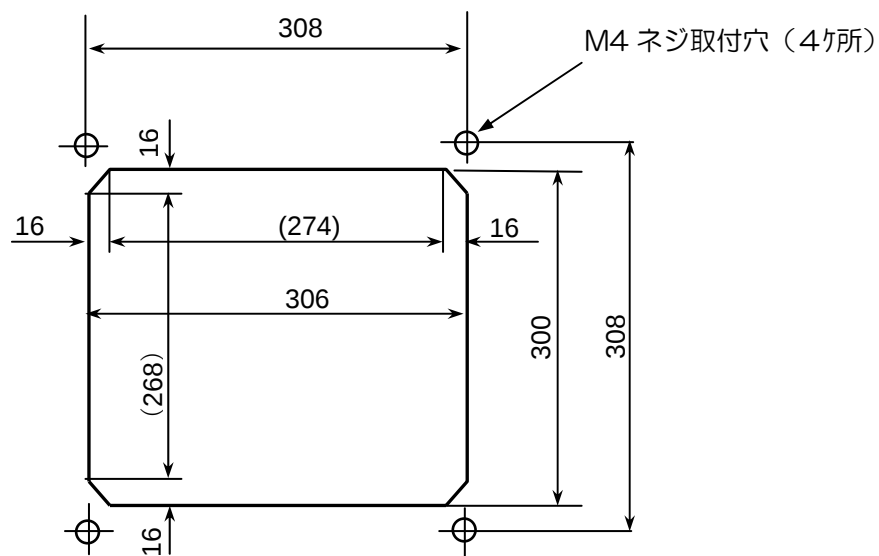
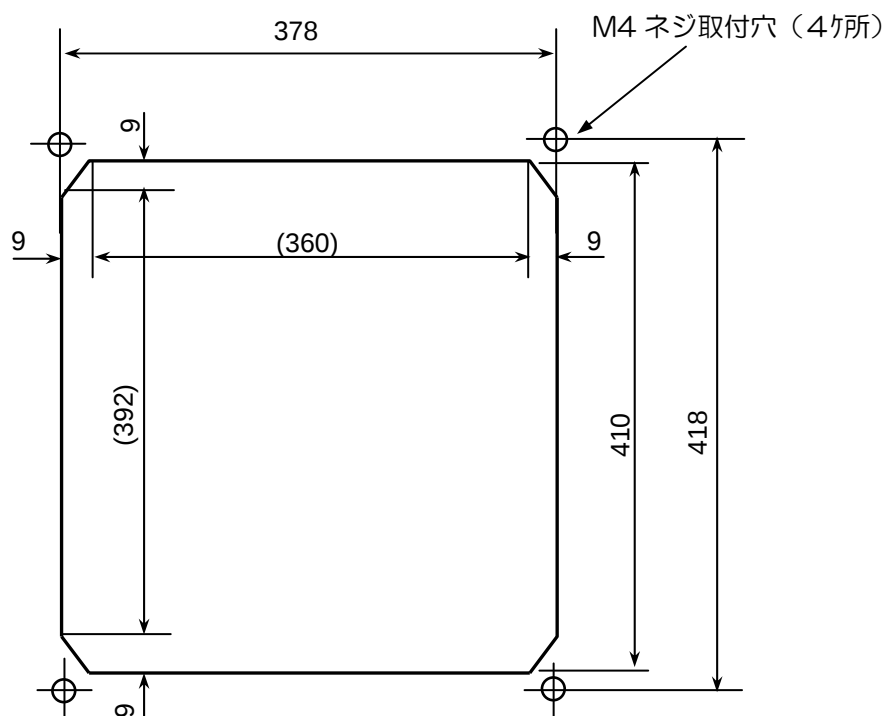
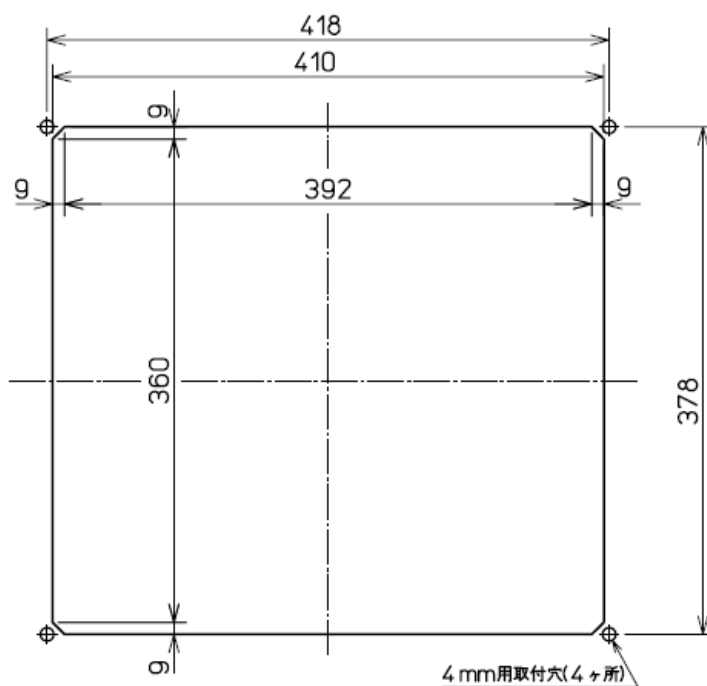

図 4.6.1 CVS-842/843 フラッシュマウント取付穴加工図
図 4.6.2 CVS-852 フラッシュマウント取付穴加工図
図 4.6.3 CVS-853 フラッシュマウント取付穴加工図
- (1) 設置場所に CVS-842/843 のときは図 4.6.1 を、CVS-852 のときは図 4.6.2 を参照して、CVS-853 のときは図 4.6.3 を参照して、取り付け穴をあけます。
- (2) 表示機本体を取り付け架台に固定している 2 個のノブボルトを外してください。
- (3) 表示機の角部のキャップを外します。
- (4) 表示機を設置する場所（角穴）に置き、4mm のタッピングネジ（または M4 なベネジ）4 本で固定します。（4mm ネジは付属していませんので、取り付け部の厚さに応じたネジを手配してください。）
- (5) (3) 項で外した表示機の角部のキャップを取り付けます。